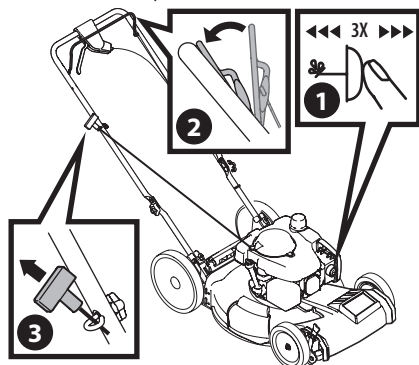

Figura 5
1. Presione el cebador 3 veces. Espere aproximadamente dos segundos entre cada presión (Figura 5). En temperaturas inferiores a 50° F, cebe 5 veces. Una vez que el motor se calienta, podría necesitarse un solo cebado para todas las temperaturas.
3. Tire de la manija del arrancador de retroceso ligeramente hasta sentir resistencia, luego tire rápidamente para vencer la compresión y evitar el rebote, y encienda el motor (Figura 5). Repita la operación si fuera necesario.